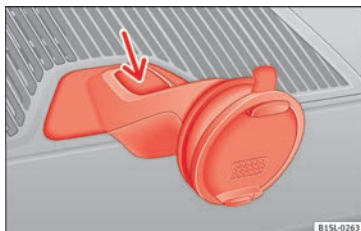

Fig. 95 Desmonte el alojamiento del navegador.
- Pulse la tecla de desbloqueo del alojamiento » » » **fig. 95** (flecha).